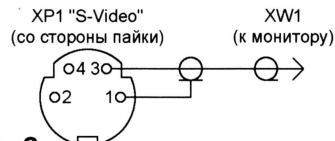

Рис. 2
Вход монитора соединяют отрезком коаксиального кабеля волновым сопротивлением 75 Ом с выходом полного (композитного) телевизионного сигнала видеокарты — гнездом "тюльпан". Еще лучше подключить монитор к выходу яркостного (Y) сигнала разъема "S-Video" видеокарты. Это избавит от "муара", создаваемого на экране сигналами цветности. Схема кабеля для такого подключения показана на **рис. 2**. Для питания монитора требуется источник стабилизированного постоянного напряжения 12...13 В, способный отдавать в нагрузку ток не менее 2 А.